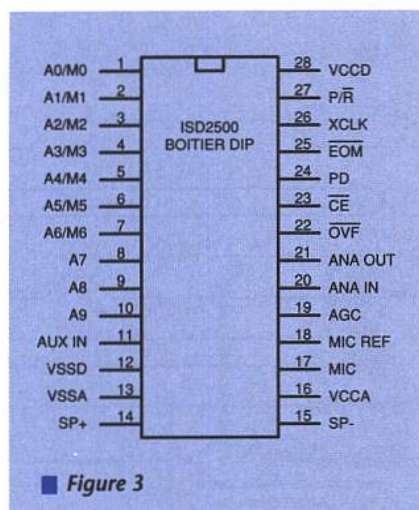

Figure 3
■ Figure 3
selon le plan de câblage de la figure 3, il permet d'aboutir sans surprise à un module «clef en main» devant donner entière satisfaction dans les limites, bien sûr, des possibilités des composants utilisés !
La **figure 3** donne le nom de chaque broche des circuits de la série ISD25XX.